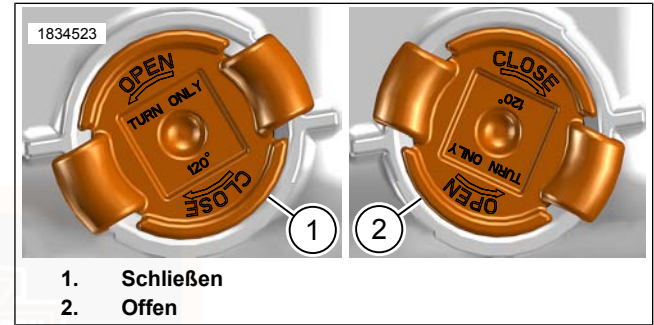

Abbildung 84. Ausrichtung der Ablassschraube
- b. Siehe Abbildung 84. Die Motorölablassschraube gegen den Uhrzeigersinn in die geöffnete (2) Position drehen.
- a. Siehe Abbildung 84. Die Motorölablassschraube in die geöffnete (2) Position bringen.
- b. Die Motorölablassschraube im Uhrzeigersinn drehen, um sie zu schließen (1).